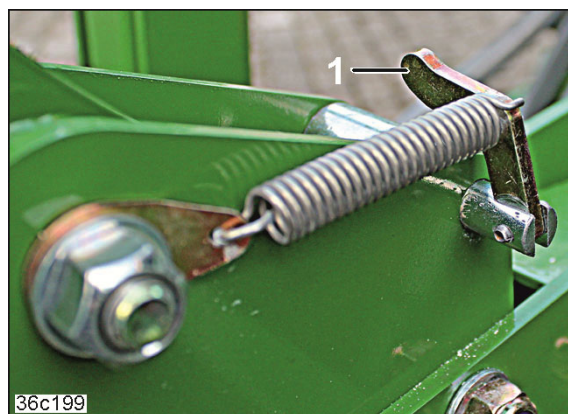

Fig. 197
2. Gire os dois agarradores (Fig. 197/1) para cima.